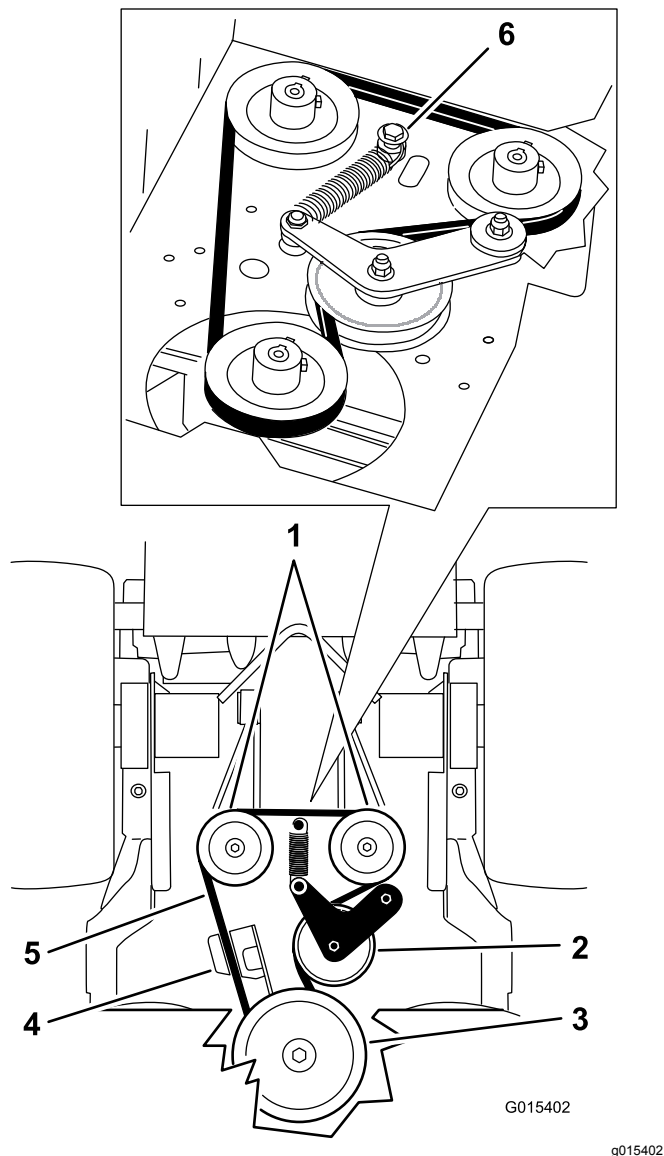

Figura 66
5. Retire el perno de cuello largo, la tuerca y la arandela de la carcasa del motor y del muelle (Figura 66).
8. Instale el muelle en el perno de cuello largo y la arandela, y conéctelo a la carcasa del motor con la tuerca (Figura 66).
6. Retire la correa de transmisión de la bomba (Figura 66).